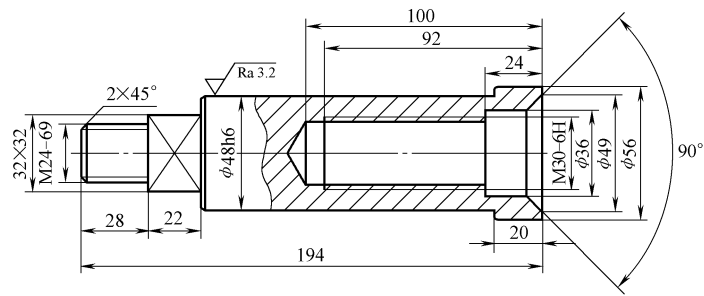

图 4-183 调节螺帽零件 1
(11) 根据图 4-183 所示的尺寸图创建调节螺帽的立体图，其中未注倒角为 C1，文件名为“xiti4-2-11.prt”。